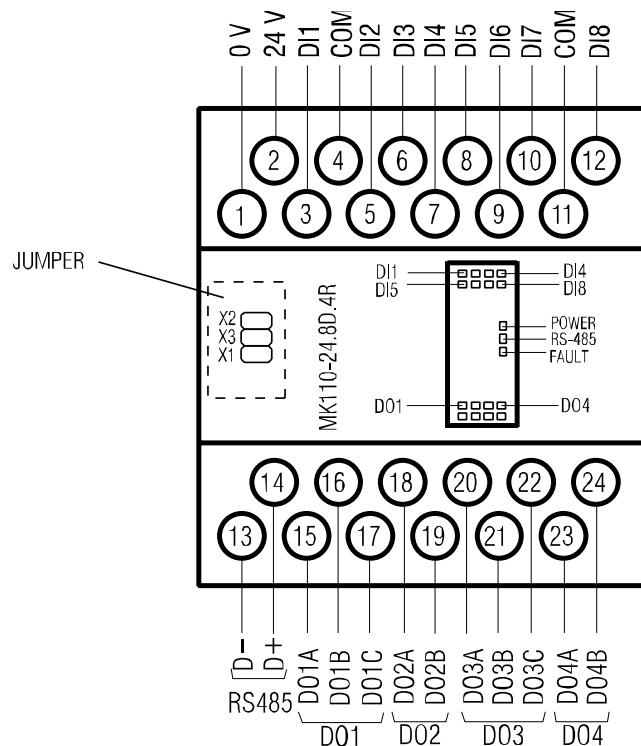

Abb. 4.1 Elektrische Anschlüsse
- Die elektrischen Anschlüsse sind auf der Abb. 4.1 und die Klemmenbelegungen in der Tabelle 4.1 dargestellt.
- die Abdeckung auf der Vorderseite des Moduls öffnen (siehe Abb. 4.1)